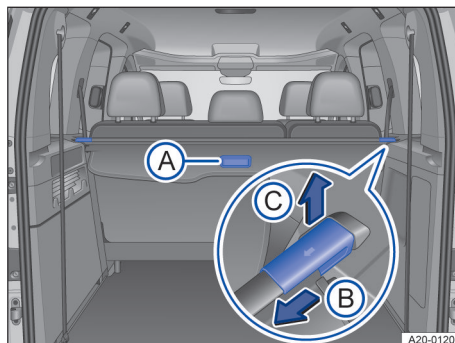

Fig. 149 În spațiul de încărcare: ruloul portbagajului.
1. Trageți ruloul portbagajului de mâner → fig. 149 (A) puțin spre înapoi.
1. Trageți ruloul adunat al portbagajului de mâner → fig. 149 A uniform, către înapoi.
1. Deblocați ruloul portbagajului în sensul săgeții → fig. 149 B și ridicați-l în sensul săgeții → fig. 149 C.
2. Trageți blocajul ruloului portbagajului în sensul săgeții → fig. 149 B și mențineți-l în poziție.